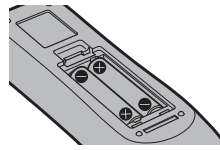

图 2
- 2) 插入电池并关闭盖板。(先插入 "⊕" 端。)(图 2)